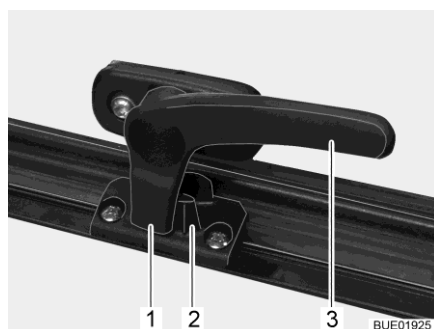

Fig. 13 Levier de verrouillage en position "Fermé"
- Tourner le levier de verrouillage (Fig. 13,3) d'un quart de tour vers le centre de la fenêtre.
- Tourner le levier de verrouillage (Fig. 13,3) d'un quart de tour vers le cadre de la fenêtre. Le tenon de verrouillage (Fig. 13,1) se trouve sur le côté intérieur du verrouillage de fenêtre (Fig. 13,2).
- En position "Fermé" (Fig. 13).